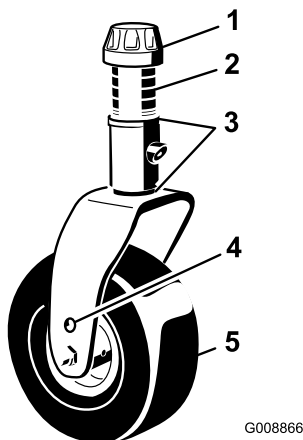

Bild 28
3. Entfernen Sie die Spannkappe von der Laufradspindelwelle (Bild 28) und schieben Sie die Laufradwelle aus dem Laufradarm heraus. Legen Sie zwei Beilagscheiben (3 mm) so auf die Welle,